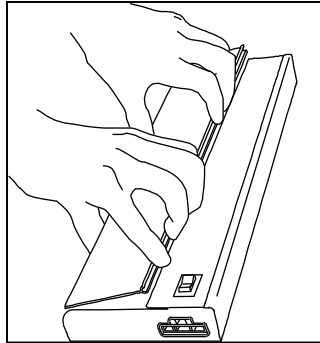

Figure 1
3. Carefully remove diffuser by squeezing (back) edge with forefingers while holding front side with thumbs. **See Fig 1.**
3. Retirer délicatement le diffuseur en appuyant sur l'extrémité arrondie (arrière) du bout des doigts tout en soutenant l'avant à l'aide des pouces. **Voir la Figure 1.**